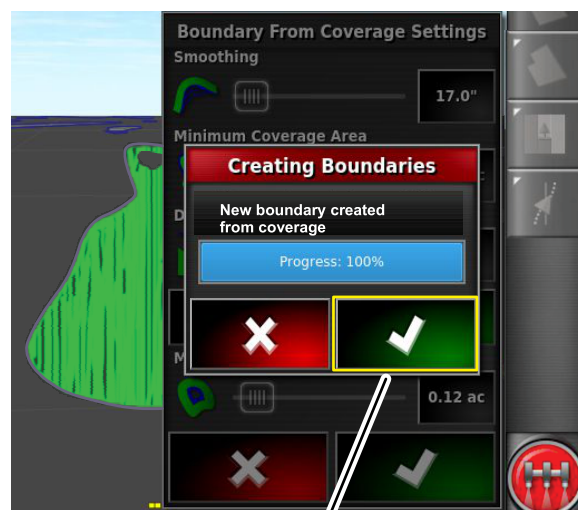

Figure 55
- Appuyez sur l'icône de confirmation dans la boîte de dialogue Limite à partir des réglages de couverture (Figure 55).